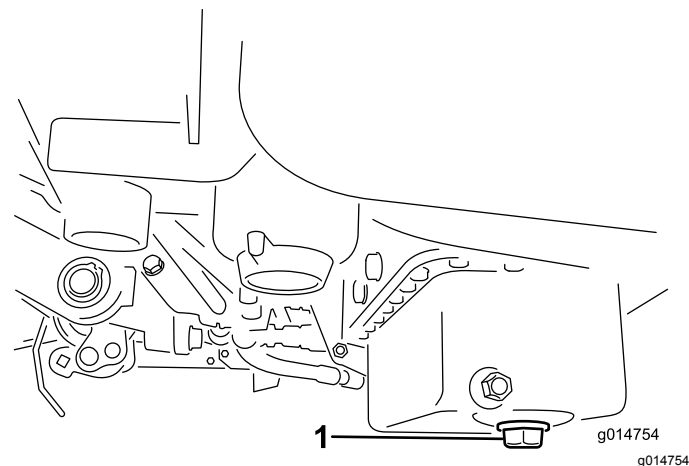

Рисунок 26
1. Снимите сливную пробку и дайте маслу вытечь в сливной поддон. Когда масло перестанет течь, установите сливную пробку на место (Рисунок 26).